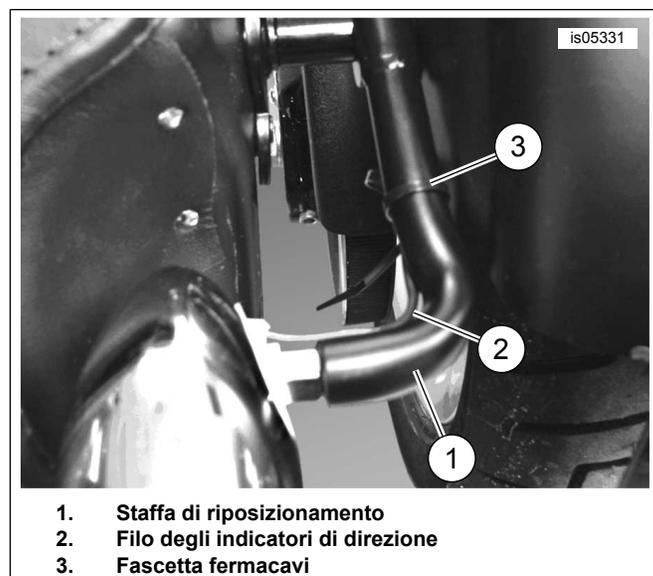

Figura 3. Disposizione del filo lungo la staffa
1. Vedere Figura 3. Disporre il filo degli indicatori di direzione (2) lungo la parte inferiore della staffa di riposizionamento (1). Fissare il filo alla staffa, immediatamente prima della piega di 90 gradi, con una fascetta fermacavi (3) presa dal kit.